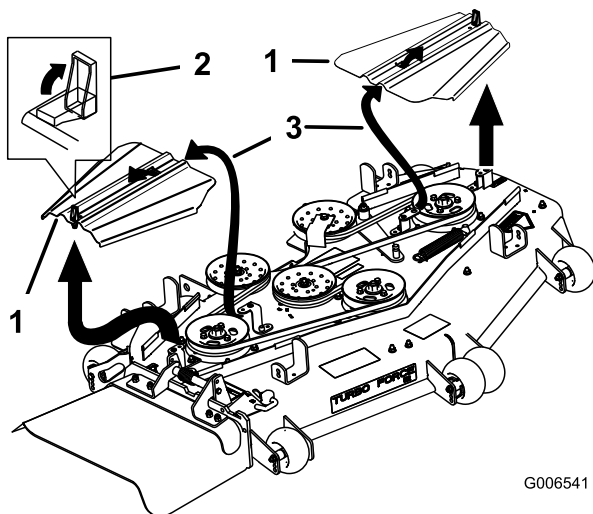

Figura 63
3. Retire las cubiertas de la correa (Figura 63).